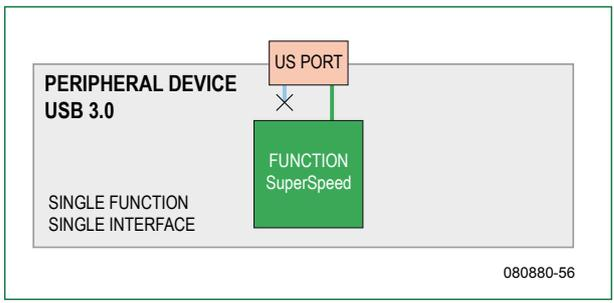

Figure 6. Appareil avec périphérique USB 3.0
- Appareil uni-fonction, simple interface. C'est un périphérique simple (Figure 6).